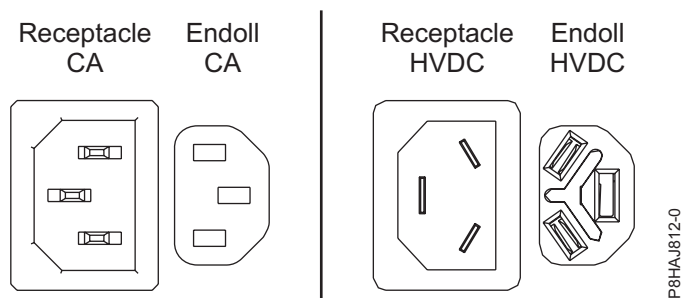
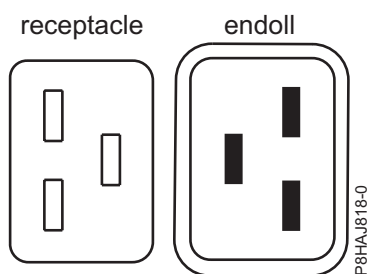
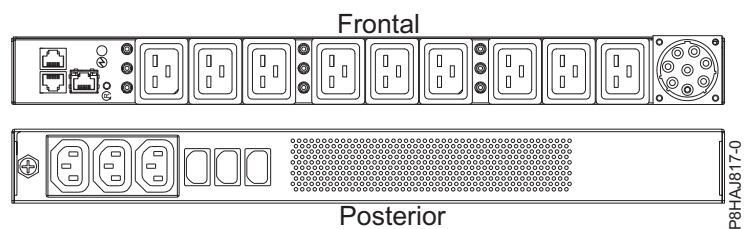

Figura 156. Connectors de CA i d'HVDC
Figura 157. Connectors per al sistema 8408-44E
Figura 158. PDU per al sistema 8408-44E
A Figura 156 a la pàgina 198 es mostren els connectors admesos de corrent alternativa (CA) i de corrent directa d'alt voltatge (HVDC). A Figura 157 a la pàgina 198 i a Figura 158 a la pàgina 198 es mostren els connectors admesos i la unitat de distribució d'alimentació (PDU) per al model 8408-44E.